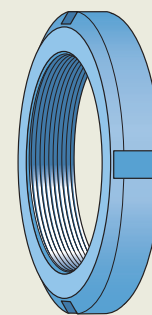

Fig. 2
- sono dotate di quattro scanalature equidistanti attorno alla circonferenza per consentire l'impiego di una chiave a settore o a percussione (fig. 2)